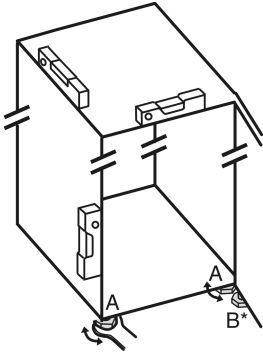

Fig. 4
- ▶ Nastavljive noge Fig. 4 (A) odvijajte s priloženim ključem z odprtim koncem in vodilom, dokler naprava ni trdno poravnana in vodoravna.
- ▶ Nastavljivo nogo Fig. 4 (B) na ležajnem podstavku spodaj odvijajte s priloženim ključem z odprtim koncem, dokler ne stoji trdno na tleh.
- ▶ Nastavljive noge Fig. 4 (B) obrnite za 90°.